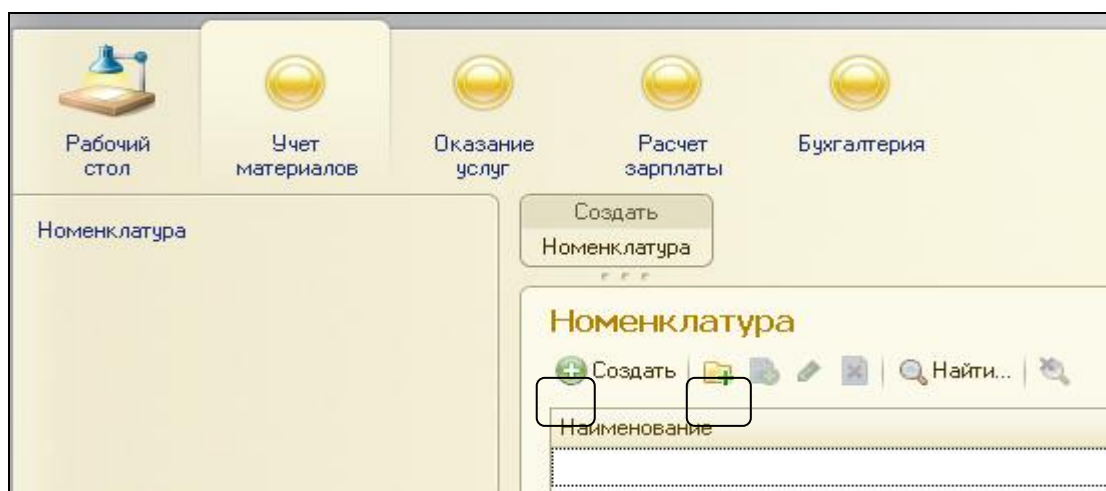

Рисунок 1.12 Основные кнопки для создания структуры справочника Номенклатура и заполнения данными
21. Обновить базу данных и войти в режим 1С:Предприятие. Выделить подсистему **УчетМатериалов**. На панели Навигации выбрать справочник **Номенклатура** (рис.1.12).